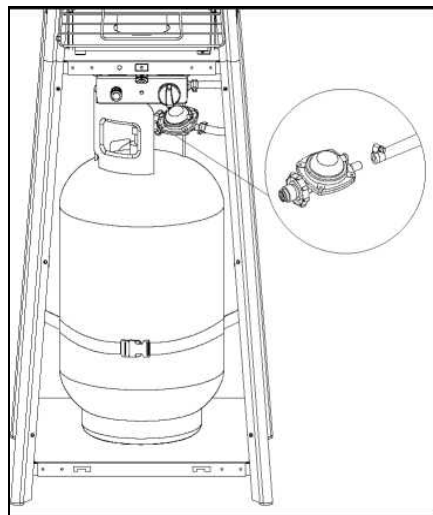

Рис. 14. Установка и соединение газового баллона.
10. Соедините газовый шланг с блоком управления (К) и регулятором (I) с помощью червячных хомутов и затяните с помощью отвертки, как показано на Рис.14.